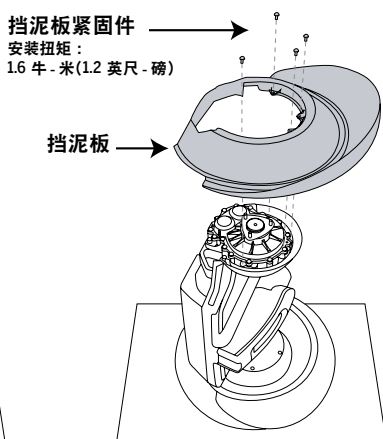

图 2. 拆卸或安装挡泥板
6. 要拆卸挡泥板,请用T20梅花扳手拆下将挡泥板固定在变速箱上的4个紧固件。提起挡泥板。请参见图2。
7. 要安装新的挡泥板,请将新挡泥板与变速箱中的孔对齐。请参见图2。